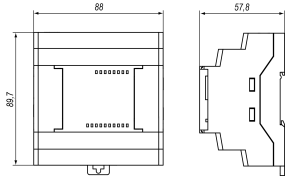

Рисунок 2 – Габаритные размеры
- 1. Подготовить место на DIN-рейке для установки прибора с учетом размеров корпуса (см. рисунок 2).